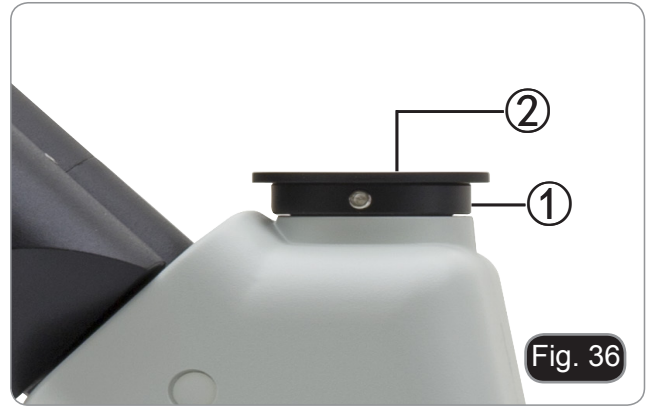

Fig. 35
4. Tournez l'anneau moleté de l'analyseur ① et, en regardant dans les oculaires, obtenez la position la plus sombre possible. (Fig. 35)